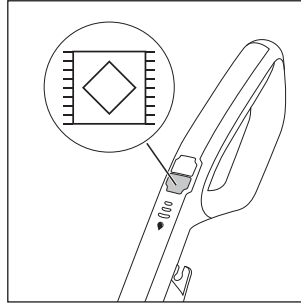

Abb. 17
- ♦ Um das Gerät einzuschalten, drücken Sie den Schalter Teppichboden  (13) (siehe Abb. 17). Die LED des Schalters Teppichboden  (13) leuchtet blau.
- Wenn Sie beim Reinigen von Teppichböden den Schalter Reinigungslösung (15) betätigen, wird im Vergleich zur Hartfußbodenreinigung doppelt soviel Reinigungslösung auf die Bürstenrolle (6) gegeben.
- Um Teppichböden nach der Reinigung schneller trocknen zu lassen, fahren Sie mit dem Gerät mehrmals über den Teppich. Halten Sie dabei den Schalter Reinigungslösung (15) nicht gedrückt.
- ♦ Drücken Sie zum Ausschalten des Gerätes erneut den Schalter Teppichboden (13) (s. Abb. 17).